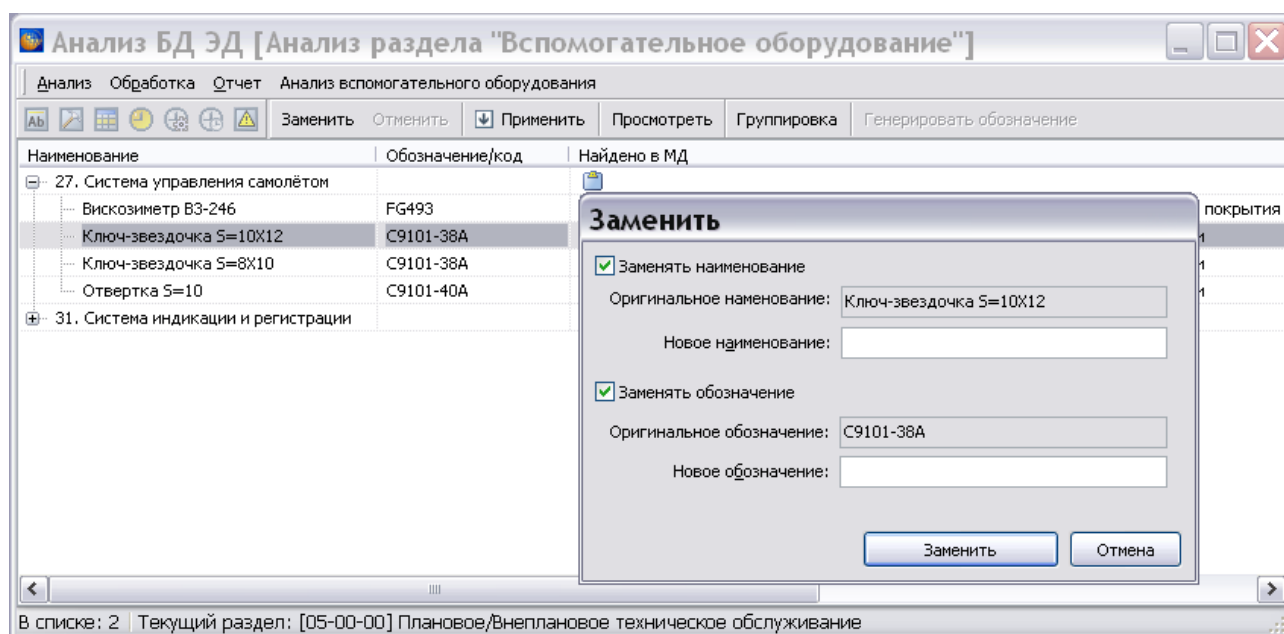

Рис. 21.123
1. В таблице результатов анализа выделите вспомогательное оборудование и нажмите на кнопку **Заменить** или в меню **Обработка** выберите команду **Заменить**. После этого появится диалоговое окно **Заменить** (Рис. 21.123).